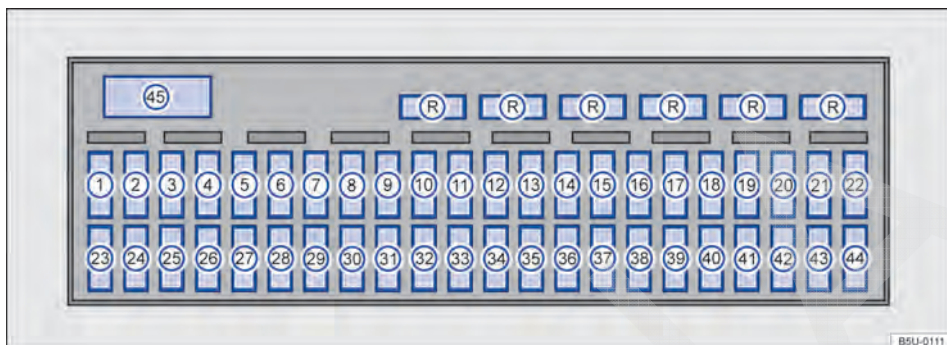

Fig. 167 Caixa de fusíveis.
A Volkswagen recomenda manter sempre no veículo alguns fusíveis de reserva, que podem ser alojados na parte superior da caixa de fusíveis → Fig. 167 (R) (como, por exemplo, fusíveis de 5 A, 10 A, 15 A, 20 A, 25 A e 30 A para veículos sem ar-condicionado ou 40 A para veículos com ar-condicionado).